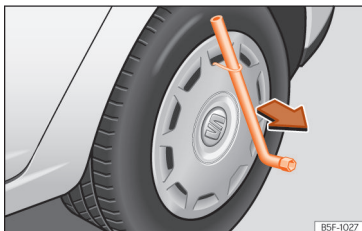

Fig. 239 Retire o tampão integral.
- Introduza a chave de roda através do gancho, apoie-a no pneu e retire o embelezador » » » Fig. 239.